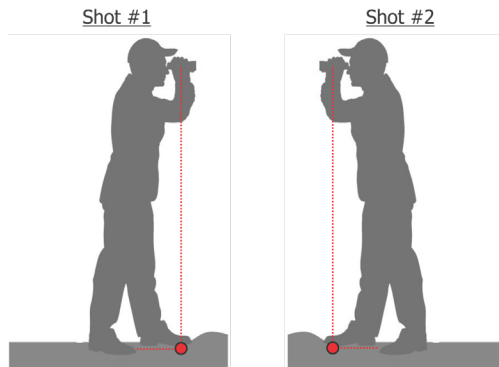

Abbildung 26
2. Stellen Sie sich so, dass die Münze zwischen Ihren Füßen zentriert ist und sich der TruPulse direkt über der Münze befindet. Siehe Abbildung 26.
4. Halten Sie den TruPulse direkt über der Münze und visieren Sie Ziel 2 an. Achten Sie darauf, keine große Drehbewegung durchzuführen, und platzieren Sie Ihre Füße wieder links und rechts von der Münze. Siehe Abbildung 26.